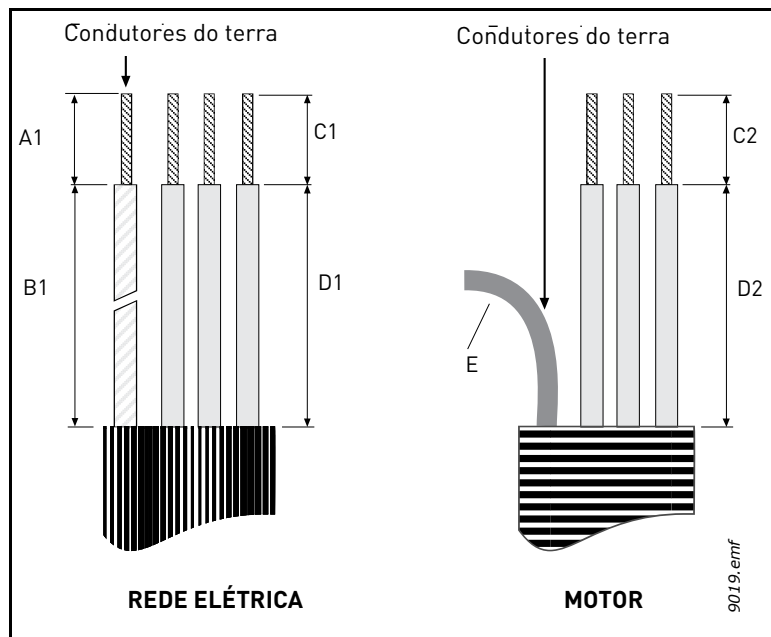
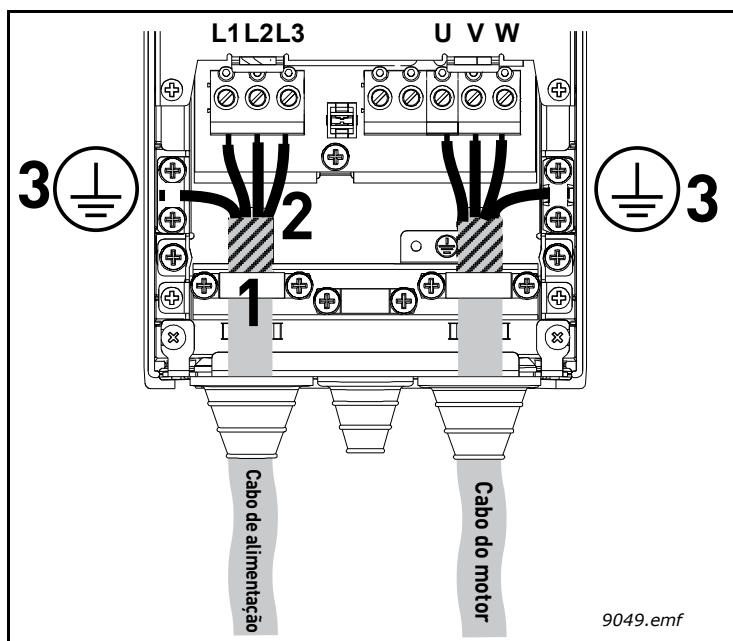

Figura 22. Retirada do isolamento dos cabos
Figura 29.
- Conecte os cabos com as pontas expostas (consulte a Figura 22 e a Tabela 19) como mostrado na Figura 29.
- Exponha a blindagem de todos os três cabos para fazer uma conexão de 360 graus com a braçadeira do cabo (1).
- Conecte os condutores (fase) dos cabos de alimentação, freio e motor a seus respectivos terminais (2).
- Abra o restante da blindagem de todos os três cabos em “leque” e faça a conexão do terra com uma braçadeira como mostrado em Figura 29 (3). Deixe o leque com o **comprimento suficiente** para alcançar e ser fixado ao terminal - não mais.